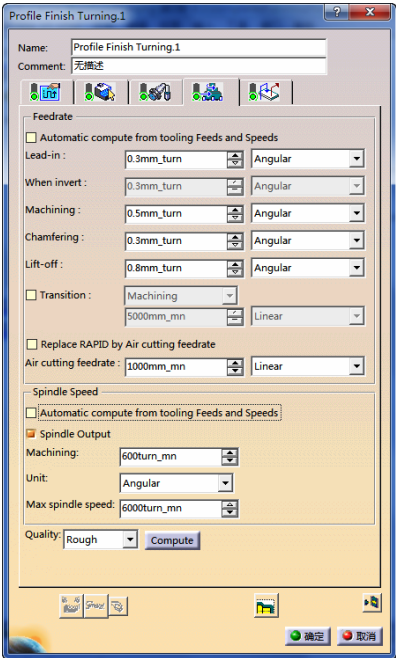

图 6-49 进给率参数选项卡（3）
4) 定义进给率。单击“Profile Finish Turning.1”对话框中的，切换到进给率参数选项卡（3），如图 6-49 所示。